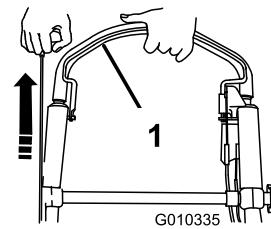

図 24
3. ブレードコントロールバーをハンドルに寄せて握り、スタータロープを引く 図 24。